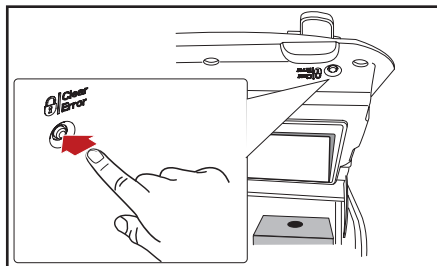

Fig. 4.7 - LOCK/CLEAR-ERROR-bryter
2. Trykk på LOCK/CLEAR-ERROR-bryteren for å blokkere drikkelevering (fig. 4.7).